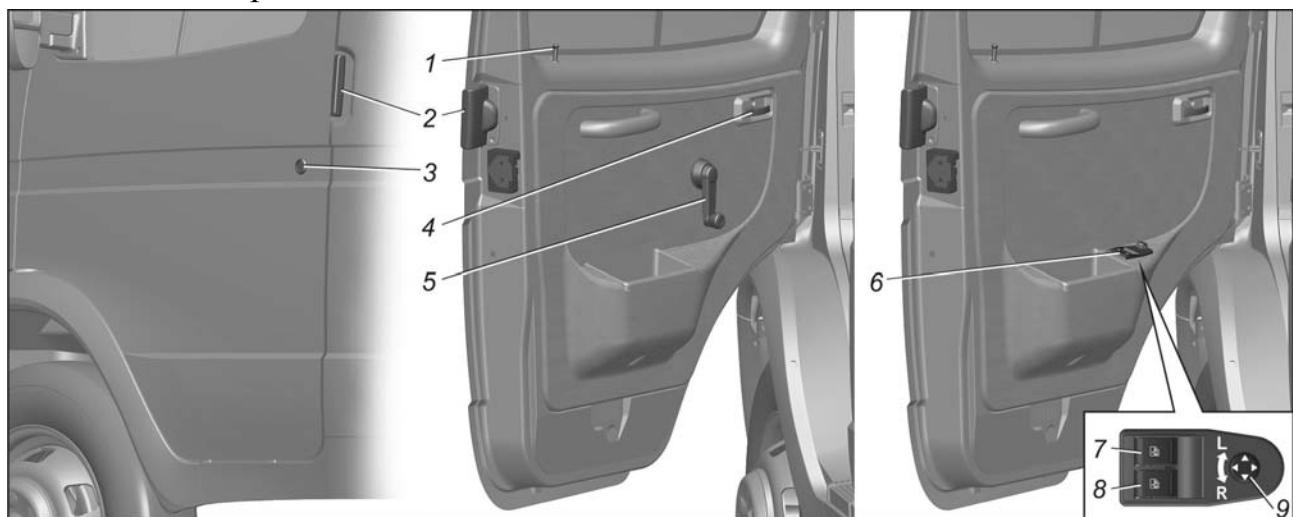

Рис. 6.1. Двери кабины:
**Двери.** Для открывания дверей кабине снаружи необходимо потянуть ручку 2 (рис. 6.1) на себя. Двери снабжены замками. Левая дверь запирается снаружи ключом, вставляемым в выключатель 3 замка.
Двери кабины оборудованы механическими стеклоподъемниками; управление стеклоподъемниками осуществляется ручками 5 (рис. 6.1).
Регулировка оптического элемента зеркал с электромеханическим приводом осуществляется джойстиком 9 (см. рис. 6.1) управления зеркалами в необходимое положение.